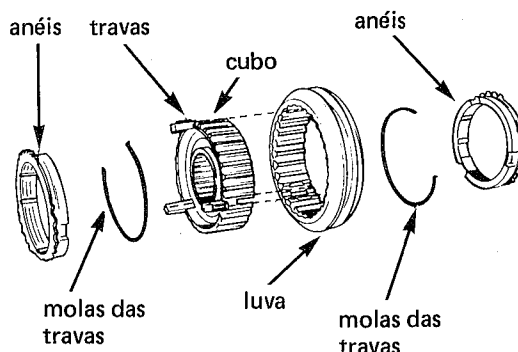

fig. 77
8. Para desmontar os conjuntos sincronizadores, remover as molas e travas; puxar a luva para fora do cubo do sincronizador (fig. 77)